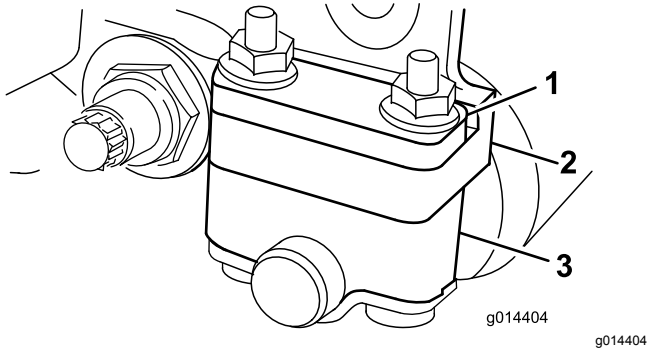
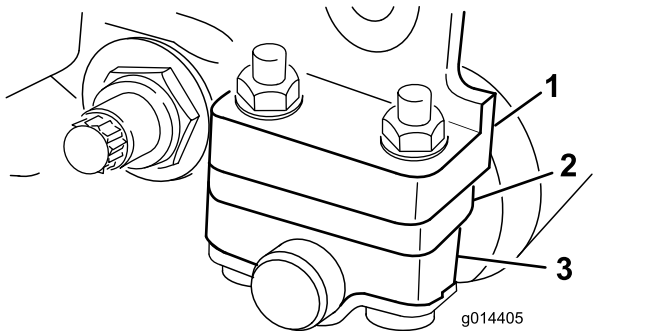

Bild 11
Bild 12
Abhängig von dem gewünschten Schnitt Höhenbereich, müssen Sie die Heckrollenhalterungen (Bild 11 oder Bild 12) auf die niedrige oder hohe Stellung verstellen:
- Legen Sie das Distanzstück über den Montageflansch der Seitenplatte (Werkseinstellung), wenn die Einstellungen für den Schnitt Höhenbereich zwischen 1,5 mm und 6,0 mm liegen, wie in Bild 11 abgebildet.
- Positionieren Sie das Distanzstück unter dem Montageflansch der Seitenplatte, wenn der Schnitt Höhenbereich zwischen 3 mm und 25 mm liegen soll, siehe (Bild 12).
4. Legen Sie die Distanzstücke je nach Bedarf über oder unter den Rollenhalterungen auf die Schrauben (Bild 11 oder Bild 12).